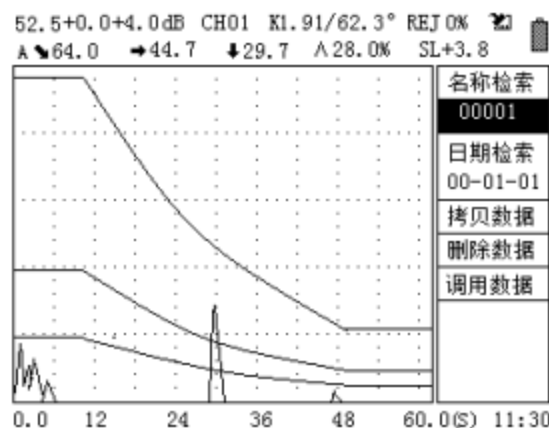

图 4-13
- B、再通过按  或  键，将光标移至文件名处，再按  或  选择相应的文件，按  进行查看（右边菜单栏名称检索或日期检索处于反显状态），如图 4-13，或者拷贝数据（右边菜单栏拷贝数据处于反显状态），或者删除数据（右边菜单栏删除数据处于反显状态），或者将数据调用到当前通道，并覆盖当前通道原来的参数（右边菜单栏调用数据处于反显状态）。
- C、如图 4-13，在文件处于查看状态下，屏幕显示所查看文件的波形和详细参数。同时右边菜单栏名称检索反显，可以通过按  或  进行切换相关功能。